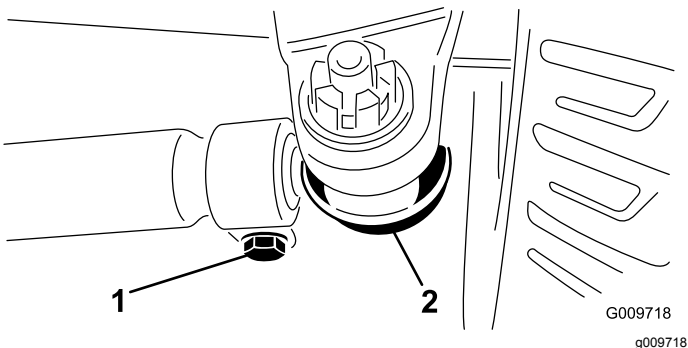

Figura 89
2. Para ajustar, retire la chaveta y la tuerca de cualquiera de las articulaciones esféricas de la biela (Figura 89). Retire la rótula de la biela del soporte del cojinete del eje.
3. Afloje las abrazaderas en ambos extremos de las bielas (Figura 89).